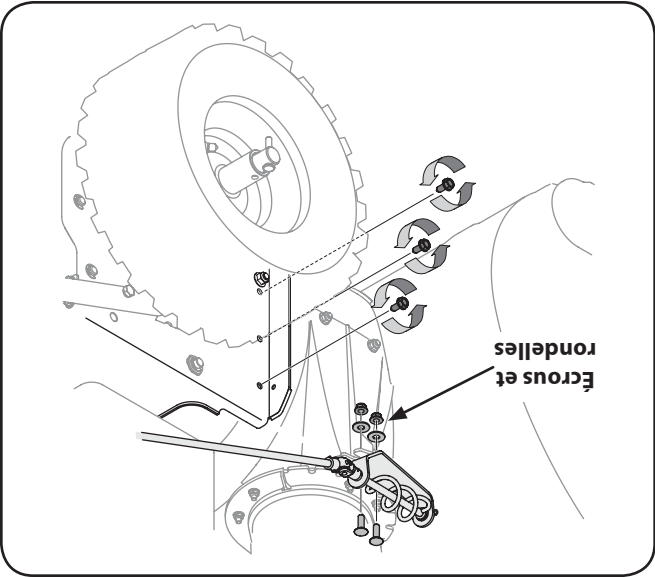

Figure 7-1
- 1. D^{eb}ranchez la manivelle de la goulotte en retirant les deux ^{ec}rous qui maintiennent le support de la goulotte sur l'adaptateur de la goulotte. Voir la Figure 7-1.